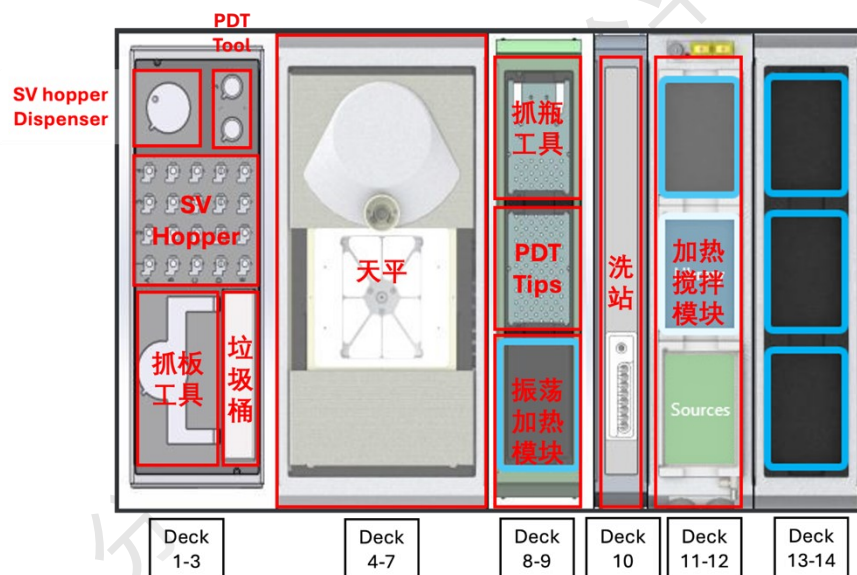

图 6-2-16
- d) **台面信息确认 (Configure Deck):** 为已确定的实验步骤 Workflow 定义台上的化合物的目标板位和源位置, 会按照默认顺序先后定义 Libraries 和 Sources。默认台面配置如图 6-2-16, 未标注为空位 (注意, Deck13-14 对应的三个板位只有 H6T 能够到达):